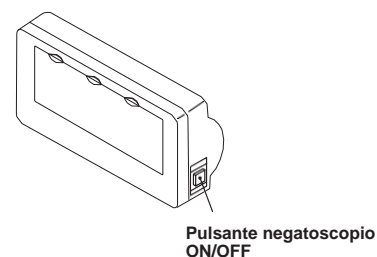

Fig. 3-18 Negatoscopio dimensione odontoiatrica
(7) Negatoscopio dimensione odontoiatrica (Fig.3-18)